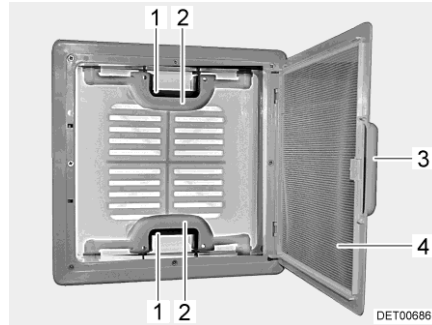

Fig. 26 Lanterneau à poussoirs
- Tirer sur la poignée (Fig. 26,3).
- Rabattre la moustiquaire (Fig. 26,4) vers le bas.
- Appuyer sur le verrou (Fig. 26,1) vers l'intérieur du lanterneau. Pousser le lanterneau simultanément vers le haut par la poignée (Fig. 26,2).
- Faire basculer la moustiquaire (Fig. 26,4) vers le haut jusqu'à ce qu'elle s'enclenche.
- Tirer fortement le lanterneau vers le bas par les deux poignées (Fig. 26,2) jusqu'à ce que les deux poussoirs (Fig. 26,1) s'encliquettent.